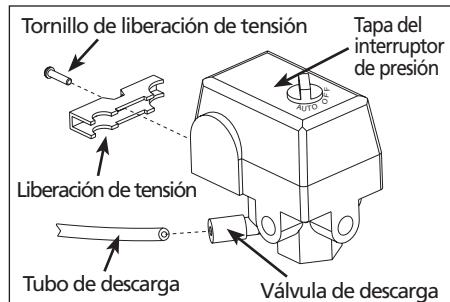

Figura 4
- Conecte el tubo de descarga a la válvula de descarga. Asegúrese de presionar el tubo de descarga hasta donde entre en la válvula de descarga para que quede colocado adecuadamente (ver Figura 4).
- Conecte los tres cables (negro, blanco y verde) desde el cable hasta las terminales en el nuevo interruptor. Conecte los tres cables (negro, blanco, y verde) desde el cable del motor hasta las terminales del interruptor nuevo. Remítase al diagrama de cableado que se encuentra en la parte interna de la tapa del interruptor. Utilice el juego nuevo de tornillos de tierra y el tornillo nuevo de liberación de tensión que se incluye con el interruptor nuevo. Descarte los tornillos del interruptor anterior. Instale uno de los liberadores de tensión nuevos que se incluyen con el interruptor nuevo. Elija el liberador de tensión que se parezca más al liberador de tensión anterior. (ver Figura 4).